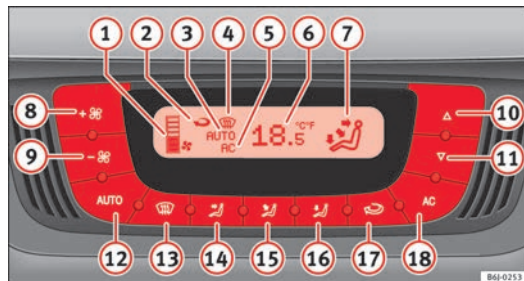

Abb. 104 In der Instrumententafel: Bedienelemente Climatronic
- Drücken Sie die Tasten und ⇒ Abb. 104, um die Temperatur einzustellen.
- ④ Defrost-Anzeige
- ⑤ Anzeige AC (Klimaanlage ist eingeschaltet)
- ⑥ Anzeige der gewählten Innenraumtemperatur
- ⑦ Anzeige der Luftstromrichtung
- ⑧ Erhöhung der Gebläseleistung
- ⑨ Verringerung der Gebläseleistung
- Drücken Sie die Taste **AUTO**. Die Anzeige → Abb. 104 ⑦ erscheint.
- Drücken Sie die Tasten ⑩ und ⑪ → Abb. 104, um die im Fahrzeuginnenraum gewünschte Temperatur einzustellen. Es wird empfohlen, eine Temperatur von 22 °C (72 °F) einzustellen.
- Drücken Sie eine der Tasten $\Rightarrow$ Abb. 104 (14) bis (16) oder drücken Sie den Gebläseregler (8) und (9). Die Anzeige (3) erlischt.
Das Gebläse kann mit den Tasten (8) und (9) eingestellt werden $\Rightarrow$ Abb. 104. Ist das Gebläse ausgeschaltet (am Display wird keine Gebläsestufe (1) angezeigt) und die Taste (9) gedrückt gehalten, wird die Climatronic ausgeschaltet. Dies wird durch **OFF** im Display angezeigt.
- Drücken Sie die Taste (24), um den Umluftbetrieb ein- oder auszuschalten. Der Umluftbetrieb ist eingeschaltet, wenn das Symbol $\Rightarrow$ Abb. 104 im Display angezeigt wird.